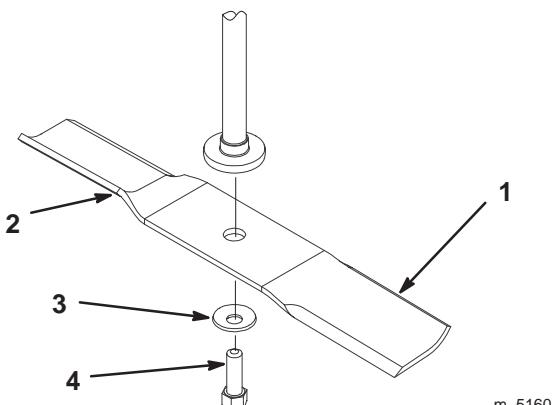
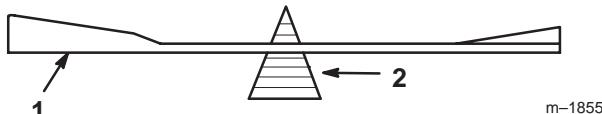

Bild 35
Bild 37
Halten Sie das Ende des Messers mit einem stark wattierten Handschuh oder wickeln Sie einen Lappen um es herum. Entfernen Sie die Messerschraube, Wellenscheibe und das Messer von der Spindelwelle (Bild 35).
2. Überprüfen Sie die Auswuchtung des Schnittmessers auf einer Ausgleichsmaschine (Bild 37). Wenn das Schnittmesser in seiner horizontalen Position bleibt, ist es ausgewuchtet und kann wiederverwendet werden. Feilen Sie, wenn das Schnittmesser nicht ausgewuchtet ist, vom Flügelbereich des Messers etwas Metall ab (Bild 35). Wiederholen Sie diesen Vorgang, bis das Messer ausgewuchtet ist.
1. Bringen Sie das Messer auf der Spindelwelle an (Bild 35).
2. Bringen Sie die Wölbscheibe (Kappenseite zum Messer) und die Messerschraube an (Bild 35). Ziehen Sie die Messerschraube mit 47 – 88 Nm an.